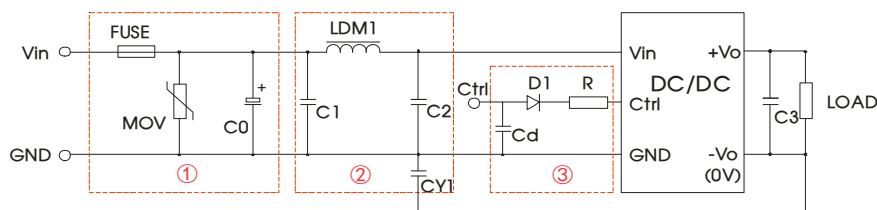

图 3
- ①图 3 中第①部分用于 EMS 测试; 第②部分用于 EMI 滤波, 可依据需求选择;
② V_C 为 Ctrl 端相对于输入地 GND 的电压, V_D 为 D1 的正向导通压降, I_C 为流入 Ctrl 端的电流, 一般取 5-10mA, Ctrl 端外围电路如图 3-③;
③若图中元器件无附其参数说明, 则此型号外围中不需要这个元器件。